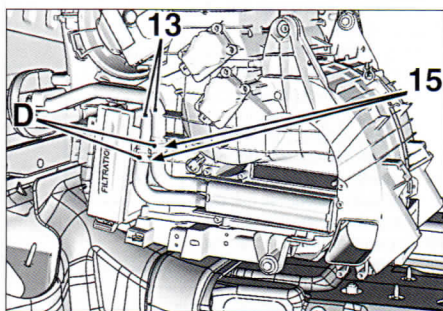

FIG. 17
Montar los tubos con racor (13) del radiador de calefacción (piezas de recambio) (**fig. 17**)